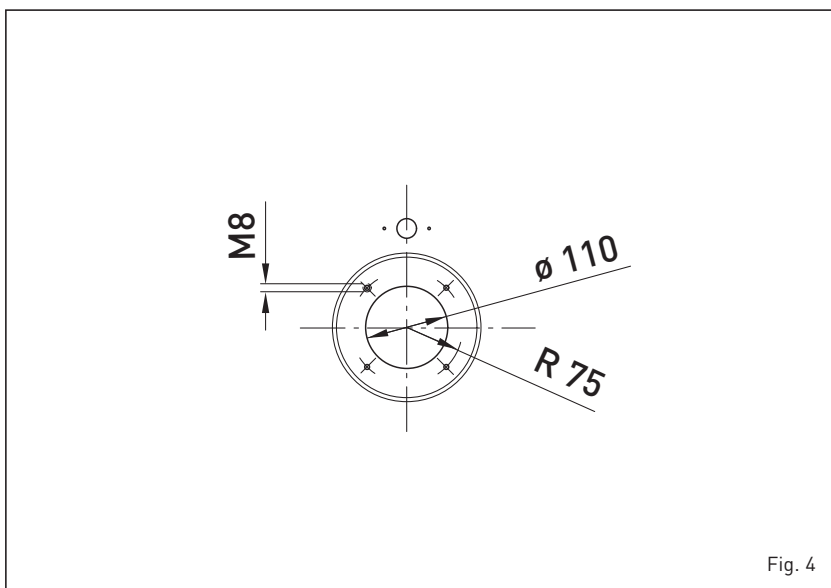

Fig. 4
1.7.2 Montaje de los quemadores (fig. 4)
La puerta de la caldera se suministra predispuesta para el montaje del quemador (fig. 4). Los quemadores deben ser regulados de modo tal que el valor de la CO₂ sea el indicado en el punto 1.3 con una tolerancia de ± 5%.
2.4.2 Descarga de humos con conducto coaxial Ø 80/ 125 (fig. 4/a)